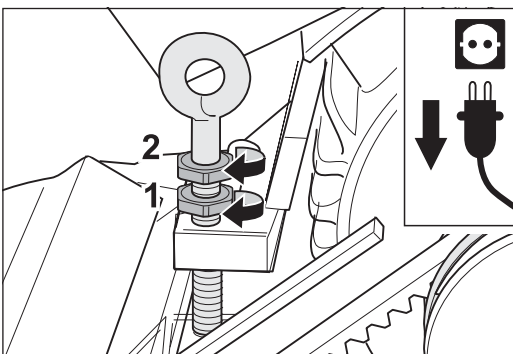

Abb. 94 An der Ringschraube am Motor zuerst die untere Mutter (1) und dann die obere Mutter (2) festziehen.
- 5 Ziehen Sie an der Ringschraube am Motor zuerst die untere Mutter (Abb. 94, 1) und dann die obere Mutter fest (Abb. 94, 2).